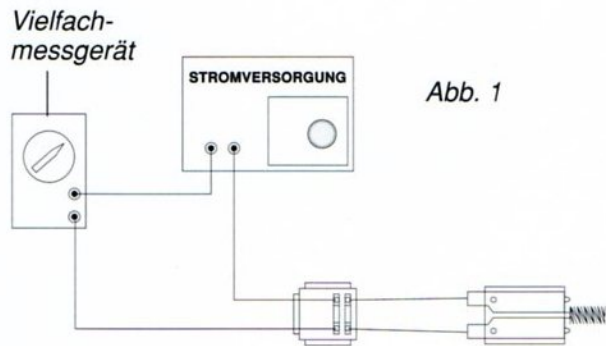

Abb. 1
1) Bevor ihr das Modell der motorisierten Seilwinde baut, schaltet den Stromkreis wie in Abb. 1 gezeigt zusammen.